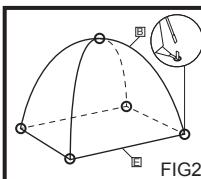

FIG2
- Soulevez l'intérieur de la tente <E> et poussez les extrémités des arceaux dans les barres de fer qui se trouvent dans chaque angle de l'intérieur de la tente <E>. (FIG2)
- Fixez le toit de l'intérieur de la tente <E> à la jonction des arceaux avec les cordelettes cousues dessus. (FIG2)